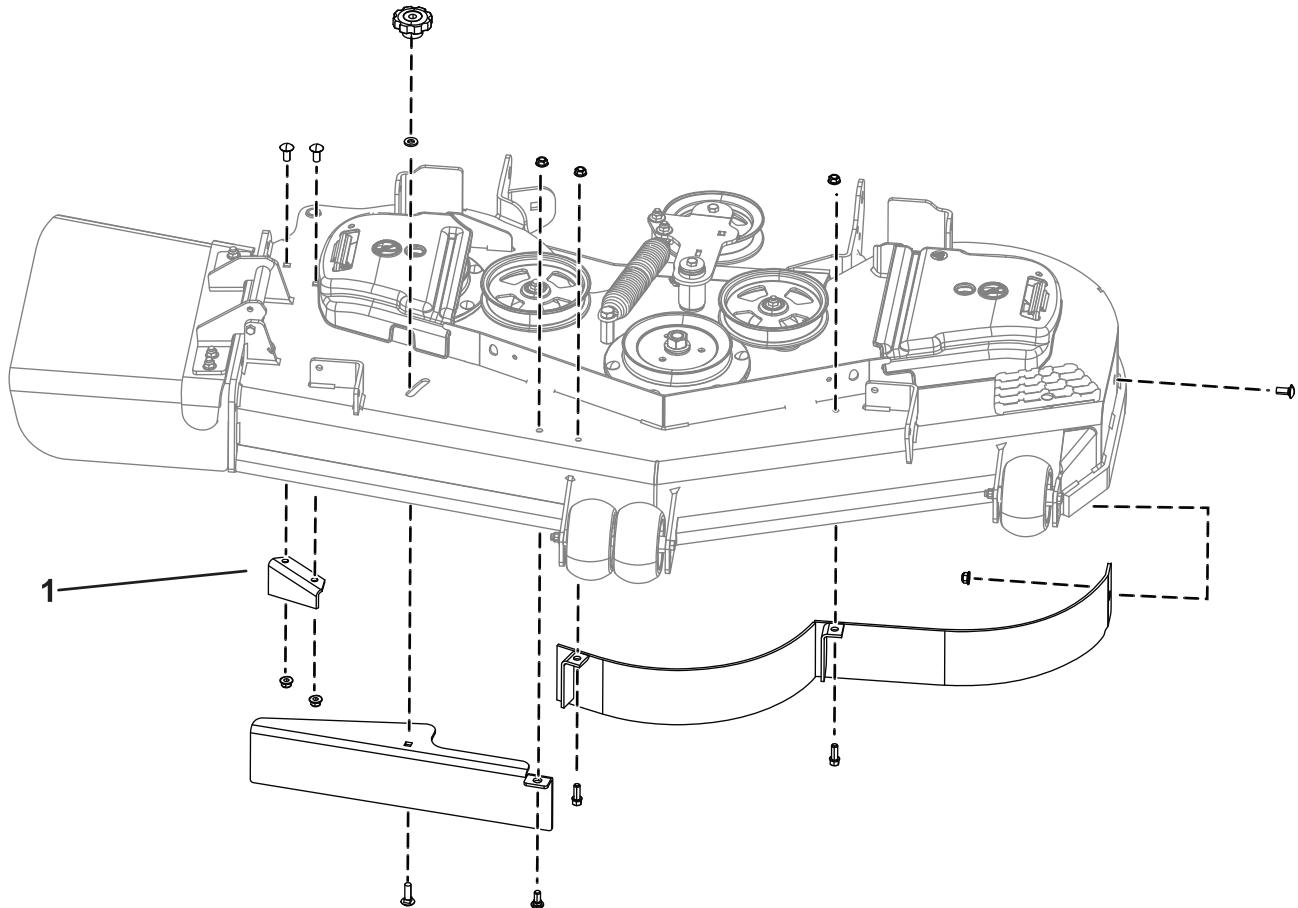

Figure 3
1. Retirez les écrous à embase qui fixent les déflecteurs en place (Figure 3).
2. Déposez le verrou à came, avec la rondelle, en le dévissant du déflecteur d'éjection réglable (Figure 3).
3. Retirez les boulons qui fixent les déflecteurs en place (Figure 3).
4. Une fois le déflecteur d'éjection déposé, remettez les boulons et écrous en place sur le tablier de coupe (Figure 3).